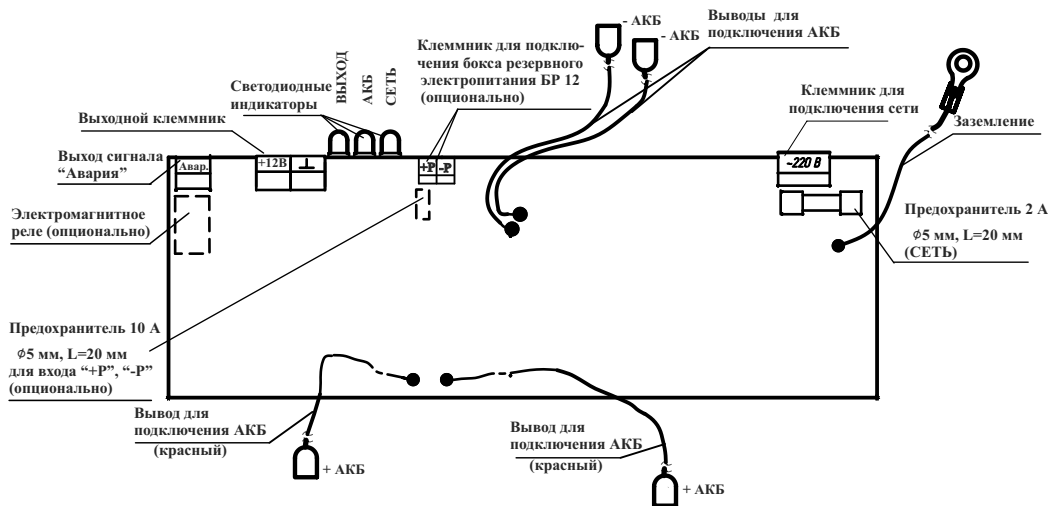

Рисунок 1— Плата источника
6.3 Подключение источника (см. рисунок 1) производить в следующей последовательности: